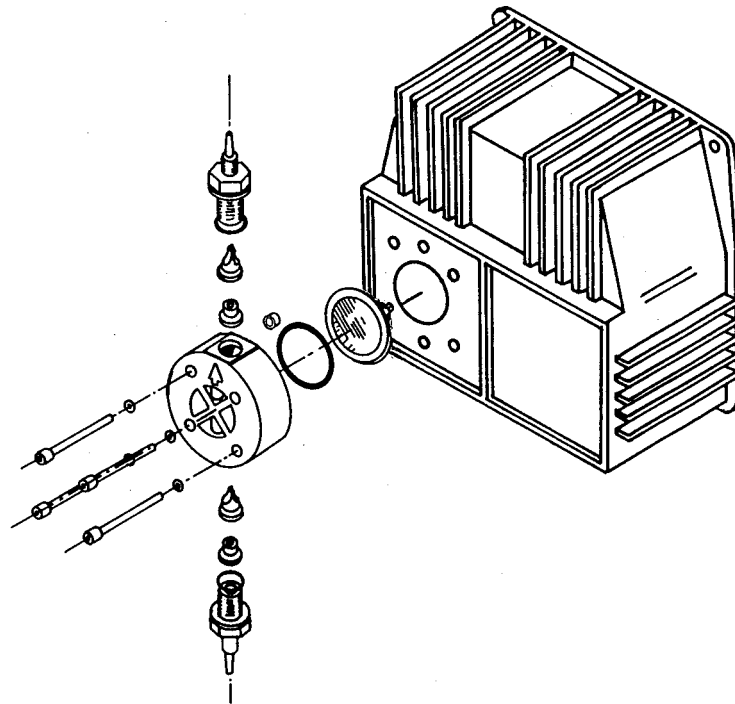

Fig. 20
Per effettuare questa operazione, se l'apparecchiatura non è fissata all'impianto si può farla pulsare per pochi secondi (15-30) tenendola capovolta e senza tubetti collegati ai raccordi, se ciò è impossibile smontare e rimontare il corpo pompa (fig. 20 e 21), utilizzando le quattro viti di fissaggio.
This operation can also be done with the pump disconnected from the plant by turning the pump upside-down for 15 to 30 seconds and without connecting the tubing to the nipples; if impossible, dismount and remount the pump head (fig. 20 and 21) using the four mounting screws.
2. Extraer preventivamente del cuerpo de la bomba toda el agua presente (si esta se mezcla con el ácido sulfúrico genera una fuerte cantidad de gas con el consiguiente recalentamiento de la zona afectada, dañando válvulas y cuerpo de la bomba). Para efectuar esta operación, si el aparato no está fijado a la instalación, se puede dejarlo pulsar algunos segundos (15-30) manteniendolo invertido y sin que los tubos estén conectados a los racores; si esto no fuese posible, desmontar y volver a montar el cabezal de la bomba (fig. 20 - 21), utilizando los cuatro tornillos de sujeción.
- 2) Controlar por lo menos cada seis meses el funcionamiento de la bomba que no se hayan aflojado los tornillos ni las juntas, para líquidos especialmente agresivos efectuar controles más frecuentes, controlar sobre todo la concentración del aditivo en la instalación. Una reducción de esta concentración podría ser causada por el desgaste de las válvulas (que en ese caso deben ser sustituidas, poniendo mucho cuidado cuando se vuelvan a montar como en la fig. 20 -21) o por la obstrucción del filtro que se debe limpiar como indica el siguiente punto 3.